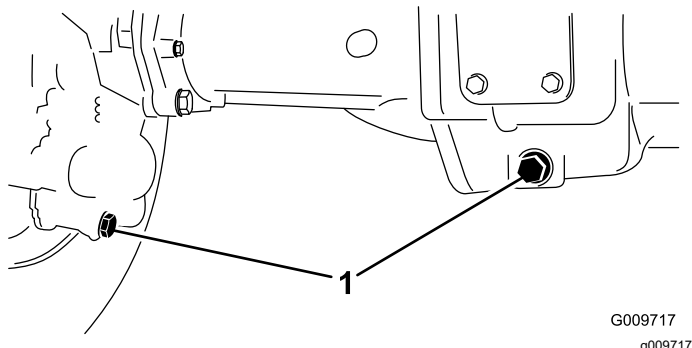

Рисунок 112
- Очистите область вокруг трех сливных пробок, по одной на каждом конце и одной в центре (Рисунок 112).